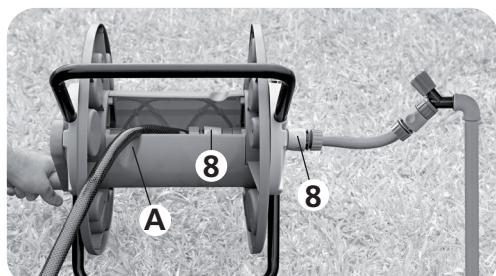

Fig. 07
**6.** A mangueira que tem origem em uma fonte de água (torneira, por exemplo) deve ser conectada no engate rápido externo (8) [Fig. 07]. A outra mangueira deve ser conectada no engate rápido interno (8) [Fig. 07]. A mesma deve ser enrolada sobre o carretel, iniciando o encaixe no relevo (A) do espaçador, que fica no lado oposto do início.
**6.** The hose that starts at a water supply (tap, for example) should be connected to the external quick connector (8) [Fig. 07]. The other hose should be connected to the internal quick connector (8) [Fig. 07]. It should be wound around the spool, starting by fitting it into the notch (A) in the spacer, which is on the opposite side from the start.
**6.** La manguera que se origina en una fuente de agua (grifo, por ejemplo) debe conectarse al acople rápido externo (8) [Fig. 07]. La otra manguera debe conectarse al acople rápido interno (8) [Fig. 07]. Se la debe enrollar sobre el carrete, iniciando el encaje en el relieve (A) del espaciador que se encuentra en el lado opuesto del inicio.